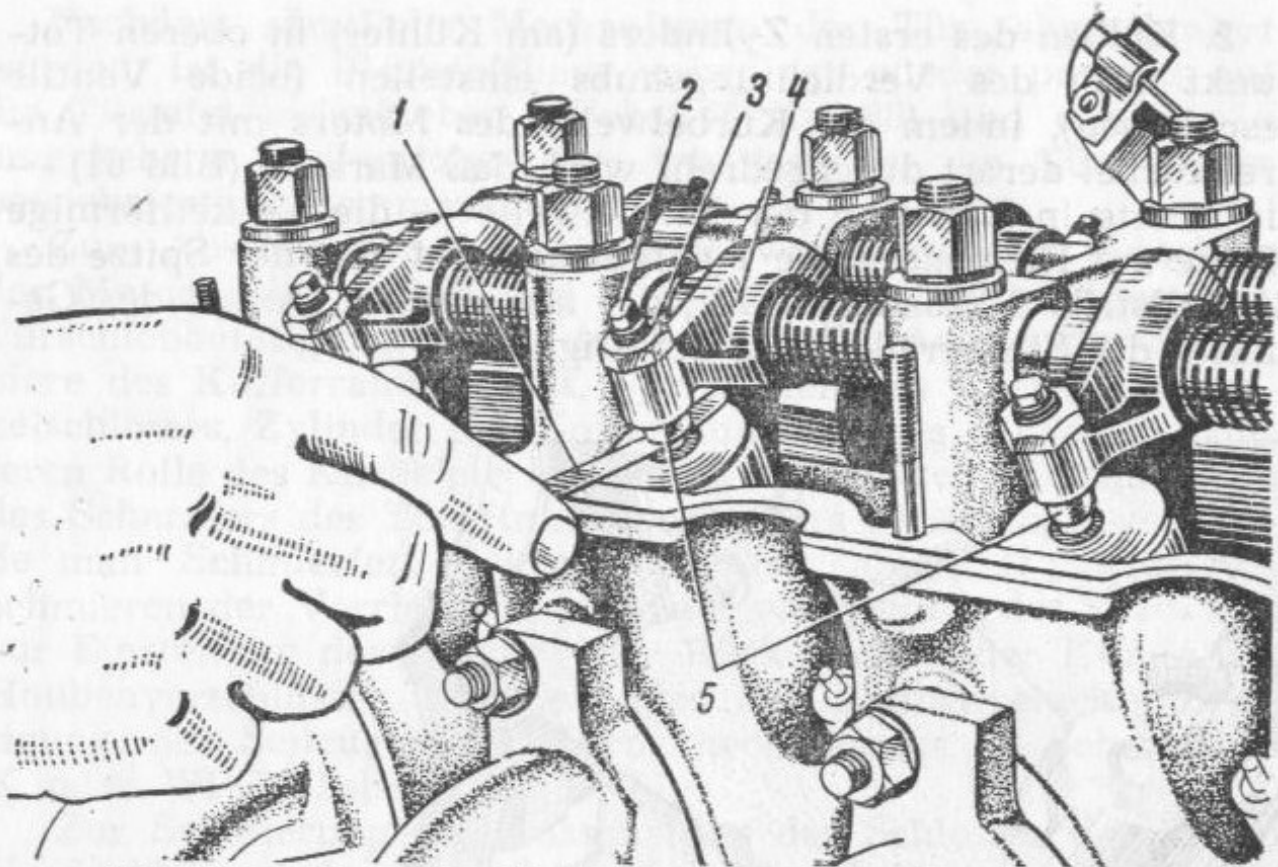

Bild. 62. Prüfung des Ventilspiels (zwischen Stirnflächen der Einstellschraube und des Ventilschaftes):
3. Mit Hilfe einer Flachlehre 1 (Bild 62) Spiel zwischen Stirnflächen der Endstücke 5 der Einstellschraube und der Ventilschäfte des **ersten Zylinders** prüfen.